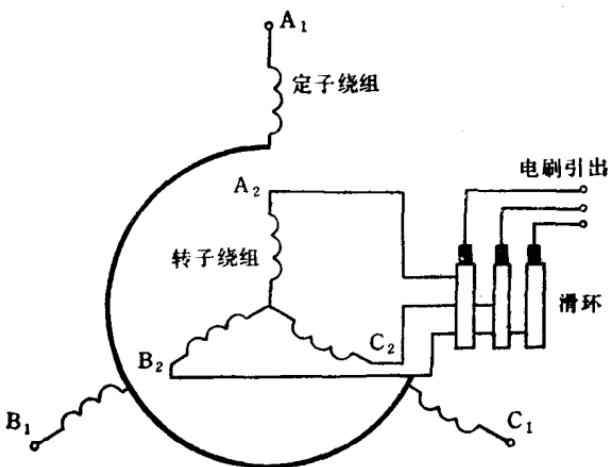

图1-2 定转子绕组接线方式
(2) 转子不同，绕线型的转子绕组和其本身的定子绕组相似，也是由绝缘导线组成的，然后连接成空间对称的三相绕组。三相绕组可以连接成星形，绕组的三根线由转子一端引出接到三个滑环上，再通过一套电刷装置引出来。见图1-2所示。鼠笼型转子绕组的结构与定子绕组很不相同。在转子的